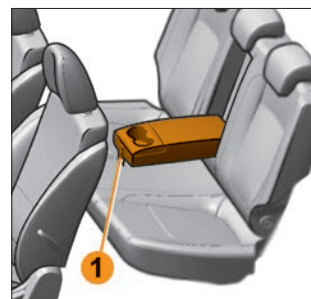

Рис. 2.2.4. Откидной подлокотник (в вариантном исполнении)
*В вариантном исполнении* в спинку сиденья второго ряда встроен откидной подлокотник с двумя подстаканниками (рис. 2.2.4). Чтобы его разложить, из спинки потяните за лямку **1**.